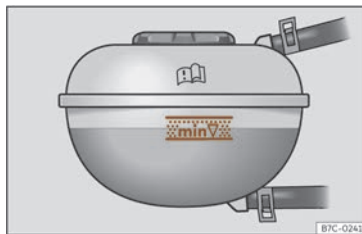

Fig. 222 În compartimentul motor:
- După răcirea motorului, verificați nivelul lichidului de răcire utilizând marcagul lateral de pe vasul de expansiune >>> **fig. 222**. Nivelul lichidului de răcire trebuie să fie între marcate.
- Nivelul lichidului de răcire trebuie să fie între marcasele de pe vasul de expansiune >>> **fig. 222. Nu depășiți niciodată nivelul superior al zonei marcate** >>> ⚠.
- Atunci când completați cu lichid de răcire, nu umpleți peste marginea superioară a zonei marcate >>> **fig. 222**. În caz contrar, când temperatura crește, lichidul în exces va fi evacuat din sistemul de răcire al motorului și poate provoca daune.